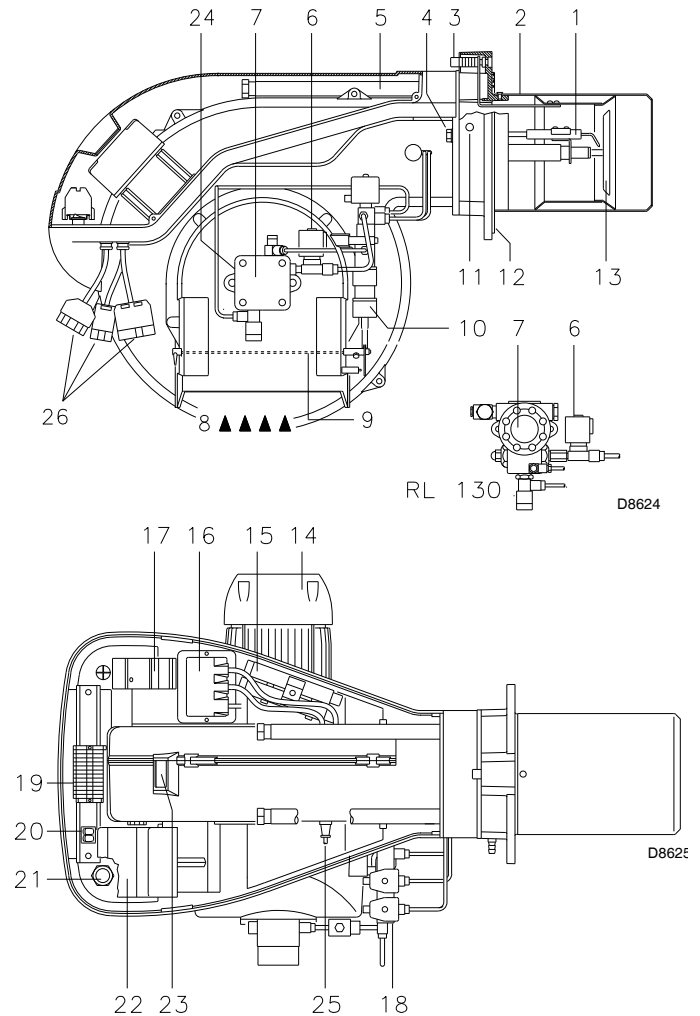

Abb. 5
(1) Bezugsbedingungen: Raumtemperatur 20 °C - Barometrischer Druck 1013 mbar - Höhe 0 m ü.d.M.
(2) Druckanschluss 18) (Abb. 5 auf Seite 13) mit Druck in der Brennkammer gleich Null und maximalem Durchsatz im Brenner.
(3) Schalldruck gemessen im Verbrennungslabor des Herstellers bei laufendem Brenner am Prüfkessel, bei maximaler Leistung.
Störabschaltung des Geräts:: IDas Aufleuchten der Taste (**rote LED**) des Geräts 22) (Abb. 5) weist auf eine Störabschaltung des Brenners hin.
Störabschaltung des Motors: Entriegelung durch Drücken auf den Druckknopf des Wärmerelais 17) (Abb. 5).
- 2 - Verlängerungen 15) (Abb. 5) für Führungen 5) (Abb. 5) (für Modelle mit 385 mm Flammrohr)